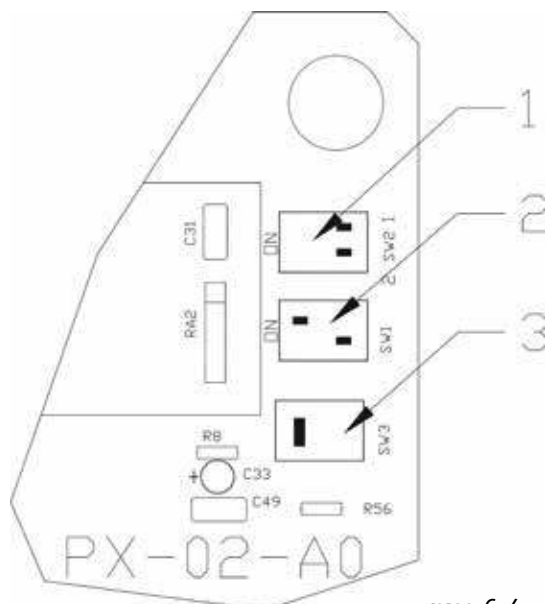

рис.6.4.
1) Предр сходн я регулировк времени: Компьютер может выбирать р зличные в ри нты предр сходного времени в соответствии с режимом св рки. В том же режиме существуют дв в ри нт предр сходного времени, короткое и длинное. Когда 1 из SW2 н дисплее PCB PX-02 (см. рисунок 6.4.) з крыт, выбира ется короткое предр сходное время; когда он открыт – длительное.
2) Регулировк времени продув . В том же режиме существуют дв в ри нт времени продув , короткое и длинное. Когда 2 из SW2 н дисплее PCB PX-02 (см. рисунок 6.4.) з крыт, выбира ется короткое время продув ; когда он открыт – длительное.